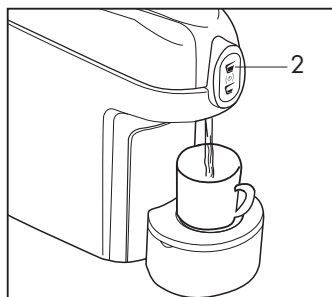

Fig.5
- Los símbolos (2-3) parpadearán hasta alcanzar la temperatura; cuando los símbolos (2-3) se iluminan de modo fijo, la máquina está lista para el uso. Coloque una taza en la rejilla, luego pulse los símbolos para dispensar (2-3) según el modelo, la máquina dispensa agua **(Fig. 5)**; pulse nuevamente el símbolo cuando se alcance la cantidad de agua deseada.